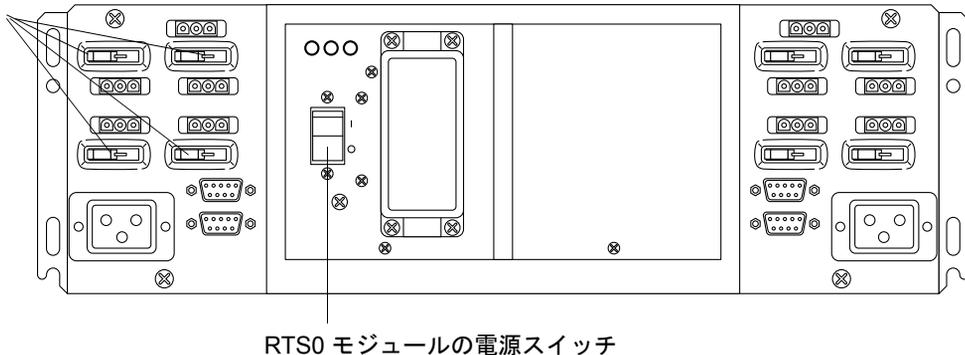

図 2-5 Sun Fire キャビネットの RTU 回路遮断器および RTS 電源スイッチ
1. Sun Fire キャビネットに搭載されていない Sun Fire E4900 システムを使用している場合は、手順 3 に進みます。Sun Fire E6900 システムまたは Sun Fire キャビネットを使用している場合は、RTS モジュールの電源を入れます (図 2-5)。